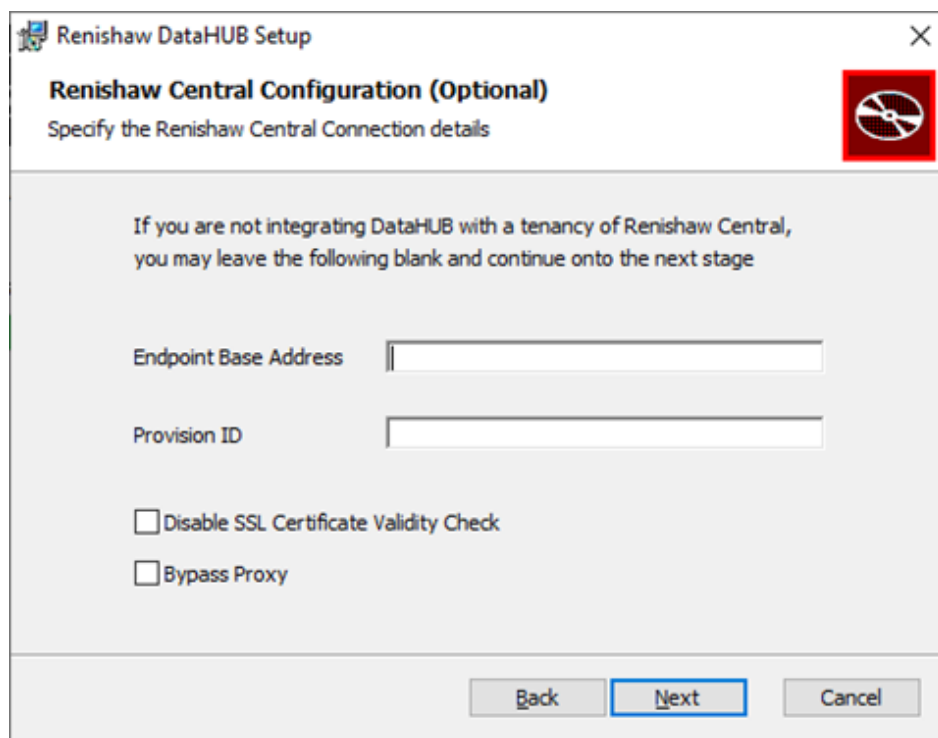

Imagen 22 Configuración de Renishaw Central
10. Haga clic en “Siguiente”. Si desea integrar DataHUB con Renishaw Central, especifique la dirección del punto final de Renishaw Central y el ID de condiciones (consulte la Imagen 22). Para obtener más información sobre estos parámetros y dónde se encuentran, consulte la Sección 9.1. Si no desea integrar DataHUB con Renishaw Central, puede saltar este paso sin problema.